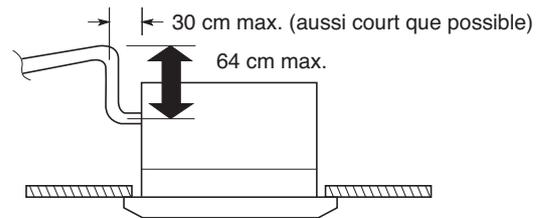

Fig. 3-9
- Si vous devez rehausser le tube d'évacuation, celui-ci peut être surélevé de 64 cm maximum, pas plus, sinon vous provoquerez des fuites d'eau. (Fig. 3-9)